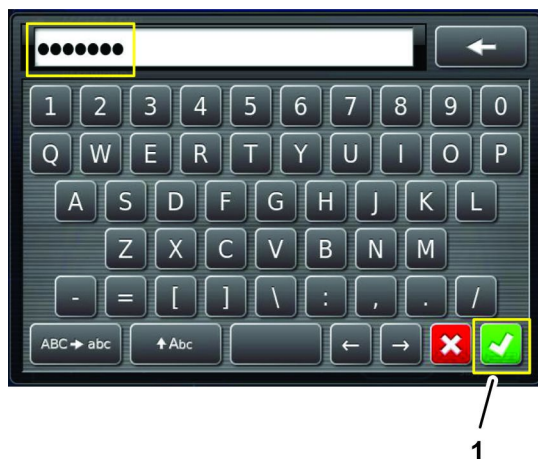

Figura 207
6. Utilice el teclado en pantalla para introducir la contraseña que recibió en el paso 1, y pulse el icono Confirmar (Figura 207).